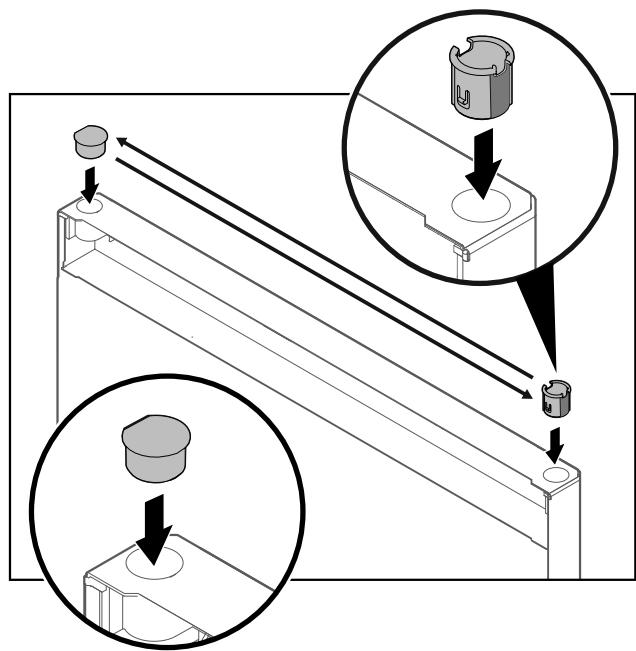

Fig. 28
- Τραβήξτε έξω την υποδοχή μεντεσέ Fig. 28 (1) με τα δάχτυλα.
- Ανασηκώστε προσεκτικά την τάπα Fig. 28 (2) με ένα ίσιο κατσαβίδι και τραβήξτε την έξω.